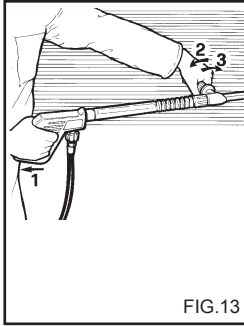

FIG.13
## BENUTZUNG DER DOPPELTEN LANZE (Fig.13).
2) Den Hochdruckreiniger anlaufen lassen, den Reinigungsmittelhahn (falls vorhanden) aufdrehen, die Steuerung für das Absaugen des auf der Lanze (fig.13) vorhandenen Reinigungsmittels betätigen und nun das Mittel von unten nach oben auf der ganzen, zu reinigenden Oberfläche verteilen. Ein paar Minuten lang einwirken lassen.